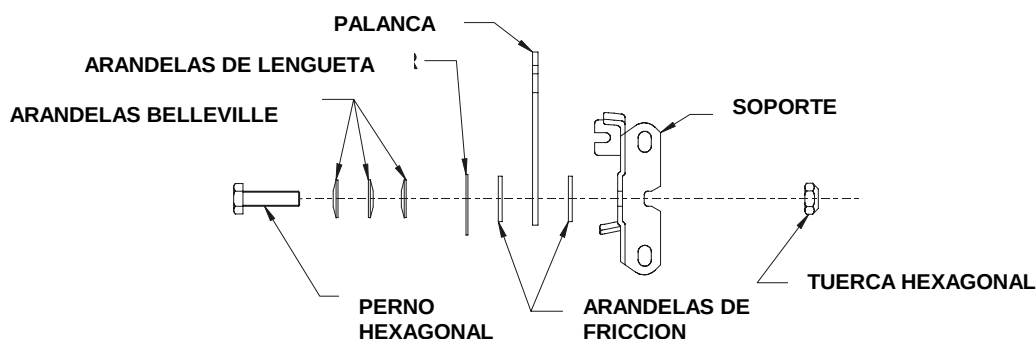

FIGURA 13
- b) La tensión de la palanca del acelerador puede ajustarse, ajustando la torsión del perno de la palanca pivote, el cual esta ubicado bajo la consola. Vea figura 13.